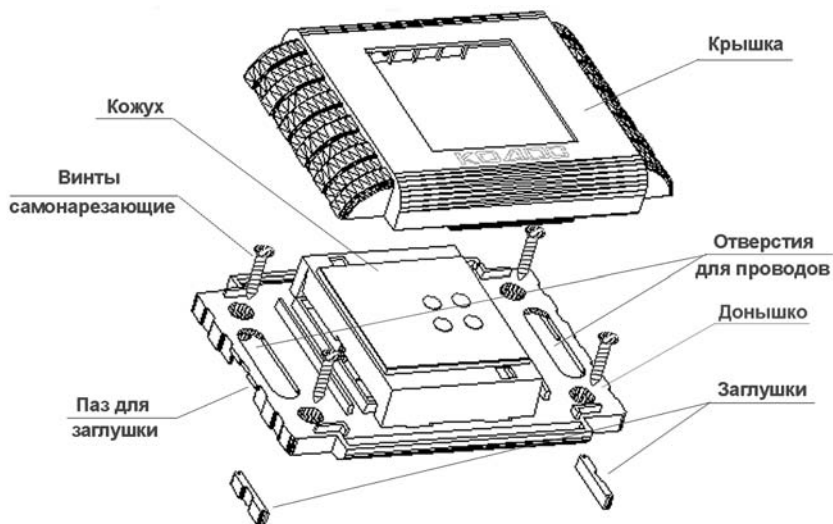

Рисунок 4 – Монтаж сетевого контроллера
- а) снять с сетевого контроллера крышку (см. рисунок 4);
д) в случае, если провода подходят сбоку корпуса сетевого контроллера (например, из короба или гофрированного шланга), снять заглушки (рисунок 4);
е) через отверстия для проводов (если провода идут из стены) или через пазы для заглушек и отверстия для проводов (в случае, если провода проложены в коробе) (см. рисунок 4), протянуть провода к кожуху сетевого контроллера;